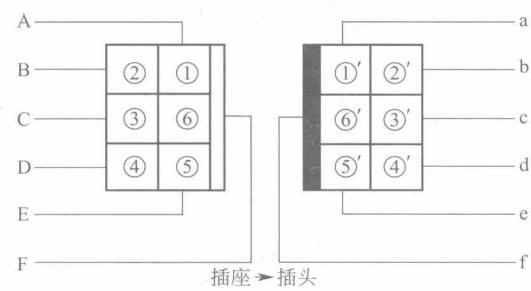

图 1-4 插接器的连接方法
插接器连接后，其导线的连接关系如图 1-4 所示。例如 A 线的插孔①与 a 线的插头①' 是相配合的，其余以此类推。